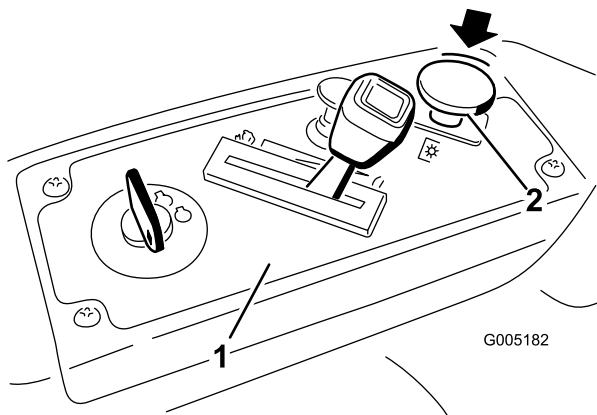

Bild 10
2. Kuppeln Sie die Messer aus, indem Sie den Zapfwellenantriebsschalter in die Aus-Stellung stellen (Bild 10).
- Kuppeln Sie die Messer aus, indem Sie den Zapfwellenantriebsschalter in die Aus-Stellung stellen (Bild 10).